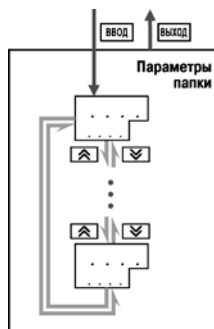

Рисунок 11.4 – Перемещение по параметрам папки
- Перемещение между параметрами осуществляется кнопками и (/) (циклически в любую сторону) (рисунок 11.4). При этом мигает имя параметра на ЦИ1.